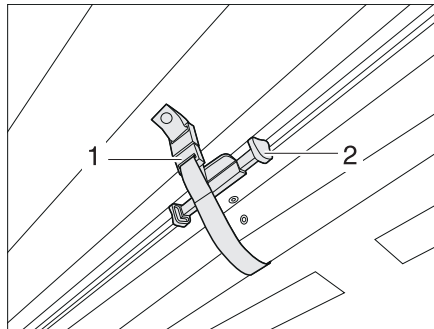

Fig. 62 Estor plegable de la luna delantera
- Soltar el cierre del lazo de seguridad (Fig. 62,1) en el estor plegable.
- Apretar el bloqueo (Fig. 62,2) en el tirador del estor plegable y tirarlo hacia abajo a la altura deseada.
- Regresar los estores plegables con el tirador cuidadosamente hacia arriba, hasta que engatille el bloqueo (Fig. 62,2).
- Asegurar el estor plegable con el lazo de seguridad (Fig. 62,1).
- Sujetar cada vez el tirador (Fig. 62,2) de los estores plegables a ambos lados de la luna delantera y tirarlos cuidadosamente hacia el centro de la luna delantera, hasta que el cierre magnético mantenga cerrado el estor plegable.